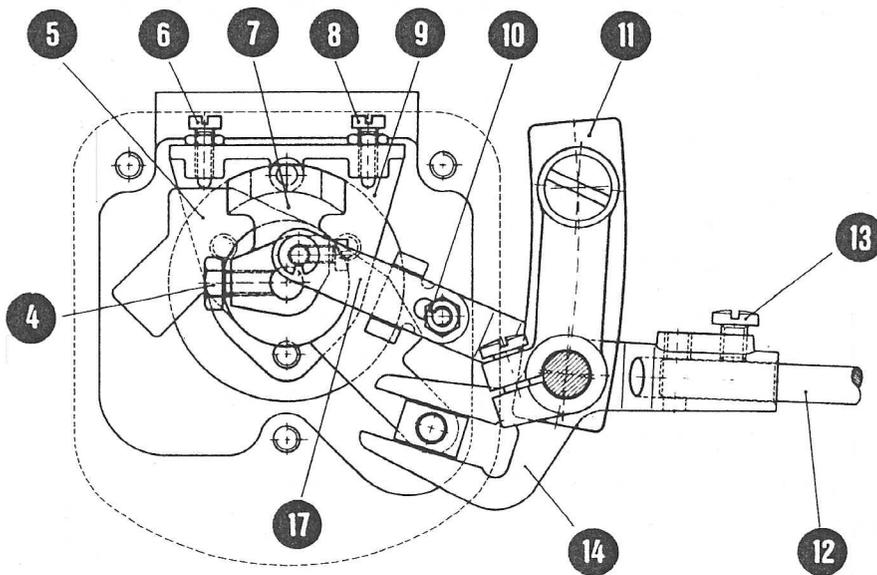

Abb. 5
Nunmehr wird der Kulissengleitstein auf die Null-Stellung eingestellt, indem zunächst der Stichbreiten-Verstellknopf (18) in die Nullraste der Stichbreitenskala eingestellt wird. Dann wird die rechte Anschlagschraube (6), die in der Büchse (9) zur Zickzackumschaltung sitzt, welche letztere mit der Skalenplatte mit 3 Schrauben fest verschraubt ist, soweit eingedreht, bis sie am Umschalthebel (5), der auf der Hohlachse (16) des Umschaltnopfes sitzt, anschlägt (Abb. 5). Das Anschlagen muss dann erfolgen, wenn beim Durchdrehen der Maschine die Nadelstange (31), die in der Nadelstangenschwinge gelagert ist, in der Nullstellung stillstehen bleibt.